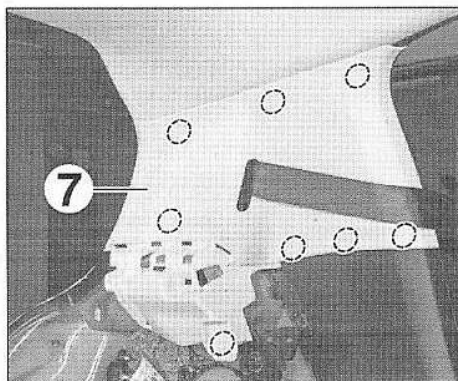

FIG.48
- Dégrafer et déposer la garniture de custode (7) (Fig.48).